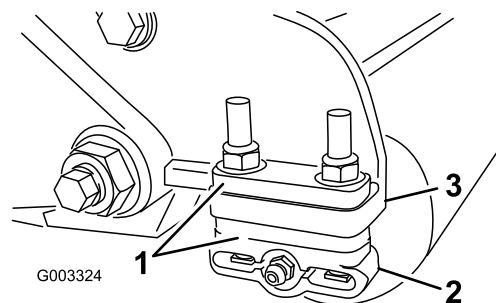

Figura 12
numărul necesar de distanțiere sub flana de montare a plăcii laterale (**Figura 12**) conform **Diagrama de selectare a înălțimii de tăiere și a contracuitului** (Pagină 13).
1. Reglați consolele rolei posterioare (**Figura 12**) la intervalul înălțimii de tăiere dorite, poziționând